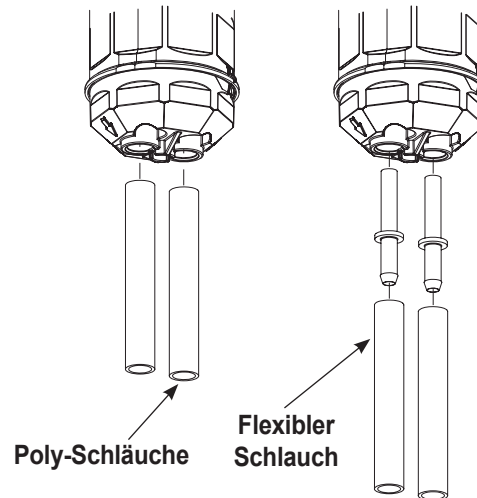

Abbildung 26 Anschließen der Schläuche an den unteren Y-Block
6. Siehe Abbildung 26. Nachdem die Pumpe zusammengebaut ist, die lange Schraube vollständig anziehen, sodass sämtliche Komponenten aneinander anliegen.